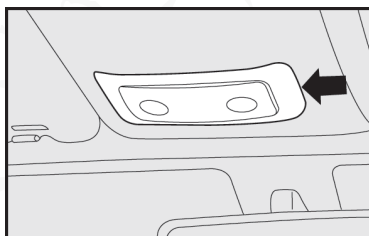

fig. 21
- Utilizando un desarmador plano en el punto indicado por la flecha de la fig. 21, quite el conjunto de la luz de techo que está colocado a presión;